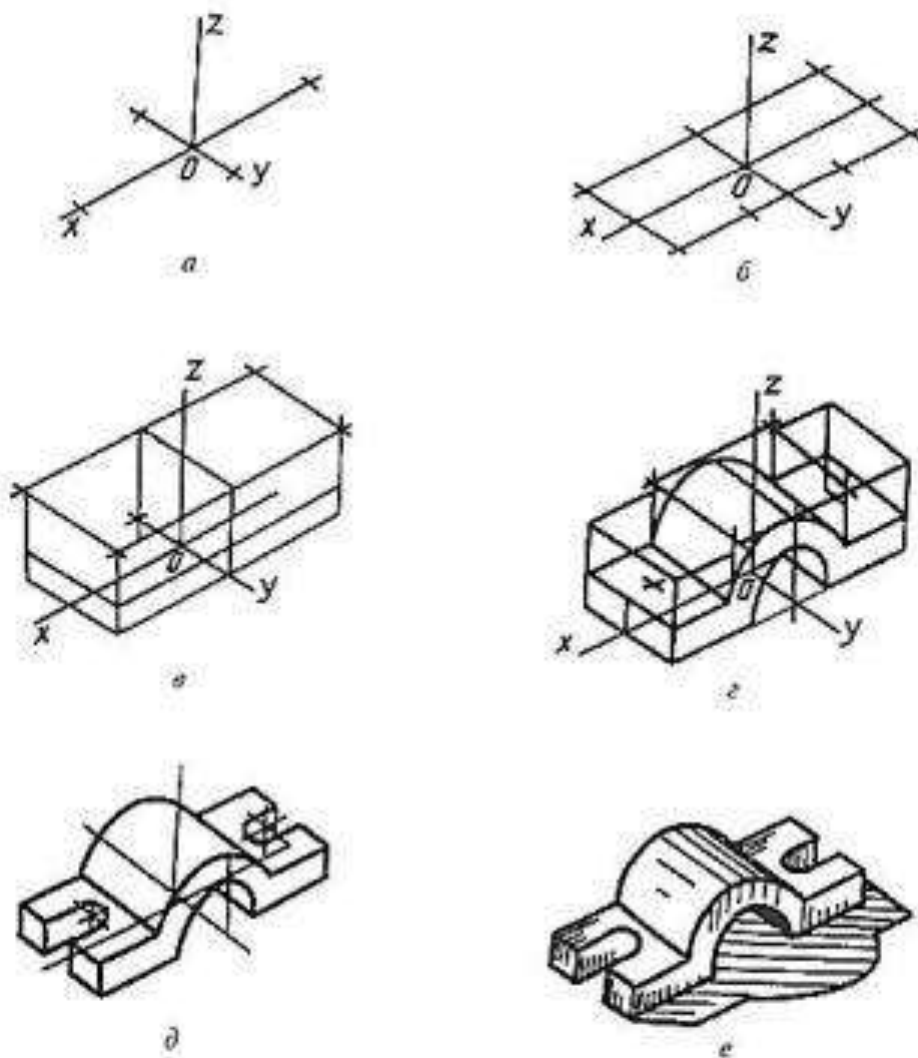

Рисунок 3 - Последовательность выполнения технического рисунка
1. В выбранном на чертеже месте строят аксонометрические оси и намечают расположение детали с учетом максимальной ее наглядности (рис. 3, а).
2. Отмечают габаритные размеры детали, начиная с основания, и строят объемный параллелепипед, охвативший всю деталь (рис. 3, б).
3. Габаритный параллелепипед мысленно расчленяют на отдельные геометрические формы, составляющие его, и выделяют их тонкими линиями (рис. 3, в).
4. После проверки и уточнения правильности сделанных намёток обводят линиями необходимой толщины видимые элементы детали (рис. 3, г, д).